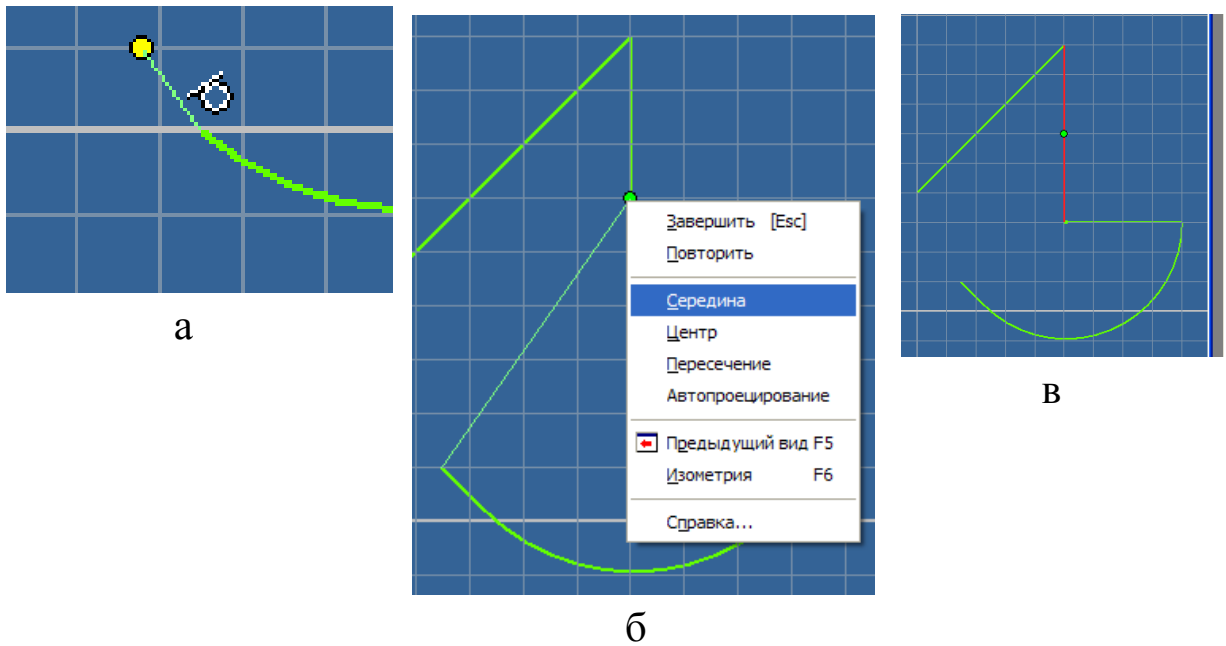
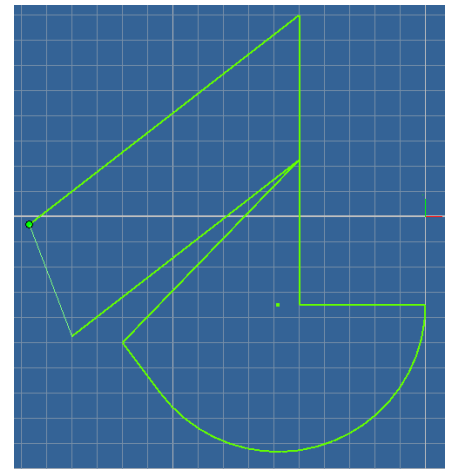

Рис. 8
Рис. 9
**Сместите курсор** так, чтобы появился значок создания касательной линии, рисунок 8 а. **Нарисуйте касательную к дуге** – таким образом, вы сделаете дугу немного длиннее, т.е. проведите линию касательной вверх, рисунок 8 а.
Не выходя из команды **Отрезок**, щелкните правой кнопкой (рисунок 8 б), выберите пункт контекстного меню **Середина** (Midpoint) - укажите точку на вертикальном отрезке, рисунок 8 в. Аналогично нарисуйте параллельный отрезок, используя значок параллельности (рисунок 9).
Большинство эскизов в Autodesk Inventor создается в виде замкнутых объектов. Для замыкания контура следует навести курсор на нужную точку (она подсветится ярко зеленым цветом), затем щелкнуть левой кнопкой манипулятора, рисунок 9.